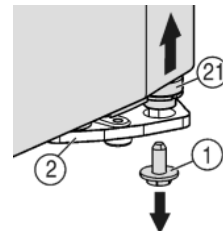
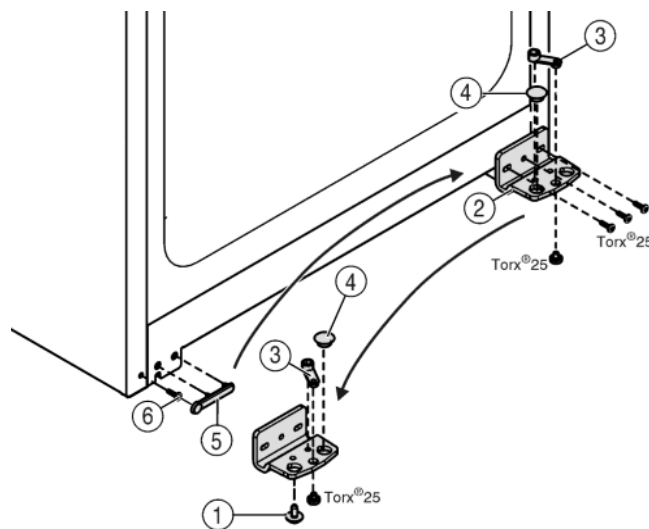

Fig. 4
Fig. 5
- ▶ Внизу справа на опорном кронштейне выкрутите фиксирующий винт Fig. 4 (1).
- ▶ Опорный палец Fig. 4 (21) можно извлечь из опорного кронштейна Fig. 5 (2).
- ▶ Если установочный винт Fig. 4 (21) не откручивается, его можно вынуть, нажав на него снизу.
- ▶ Открутите опорный кронштейн Fig. 5 (2).
- ▶ Открутите опорную деталь Fig. 5 (3) и, переставив в отверстие на противоположной стороне опорного кронштейна, снова прикрутите.
- ▶ Извлеките заглушку Fig. 5 (4) из опорного кронштейна и переставьте ее в отверстие на противоположной стороне опорного кронштейна.
- ▶ Осторожно снимите крышку со стороны ручки Fig. 5 (5).
- ▶ Выкрутите болт Fig. 5 (6) и вкрутите на противоположной стороне.
- ▶ Снова установите крышку Fig. 5 (5).
- ▶ Снова прикрутите опорный кронштейн Fig. 5 (2) на новой стороне шарнира (с моментом 4 Нм). При необходимости используйте аккумуляторный шурупверт.
- ▶ Вкрутите фиксирующий винт Fig. 4 (1) вниз в опорный палец и затяните (с моментом 4 Нм).